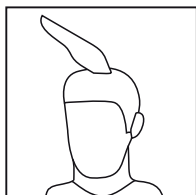

Figura 9
•Usando os pentes de 9-12mm, cortar os cabelos do alto da cabeça de trás para frente na direção contrária ao crescimento dos cabelos (**Figura 9**).
•Cortar por cima do pente com os cabelos levantados ou segurar os cabelos entre os dedos para levantá-los e cortá-los no comprimento desejado (**Figura 9 e 10**).
•Usando o pente de 9-12 mm, cortar a partir da nuca até o alto da cabeça. Manter o pente de 12 mm contra a cabeça e lentamente mover o aparelho através dos cabelos (**Figura 9**).